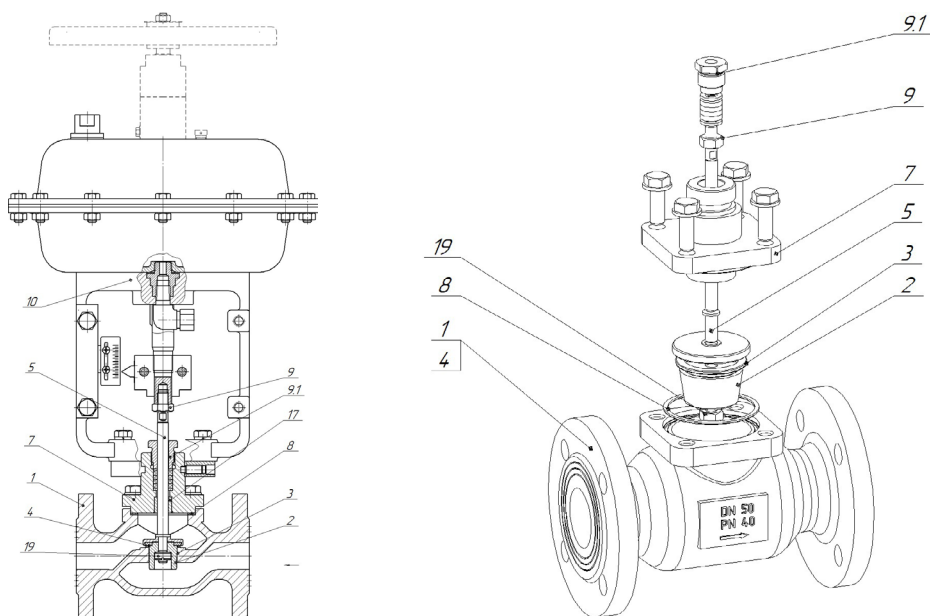

Рисунок 2. Неразгруженный по давлению клапан DN 15 – 40. Исполнение А.
3.1.2. Неразгруженный клапан (рисунок 2) состоит из следующих основных узлов и деталей: